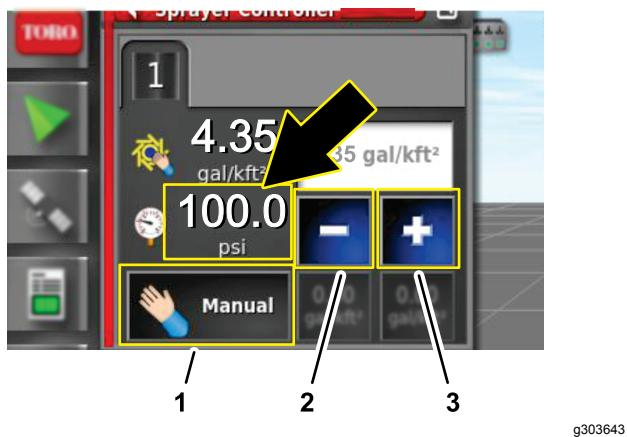

Figura 165
- Nella finestra di dialogo del controller del volume di irrorazione, premete sull'icona MODALITÀ DI CONTROLLO DEL VOLUME sino a visualizzare la modalità manuale (Figura 165).
- Premete l'icona di decremento (-) o di incremento (+) per regolare la pressione dell'impianto di irrorazione (Figura 165) a un valore di 6,9 bar.